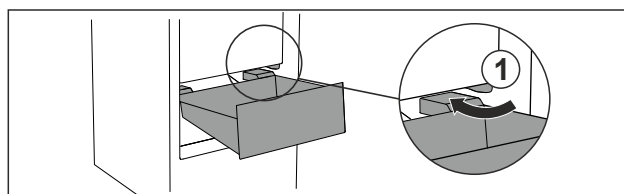

Fig. 22
- ▶ Zásuvku ved'te šikmo podél zarážek Fig. 22 (1).